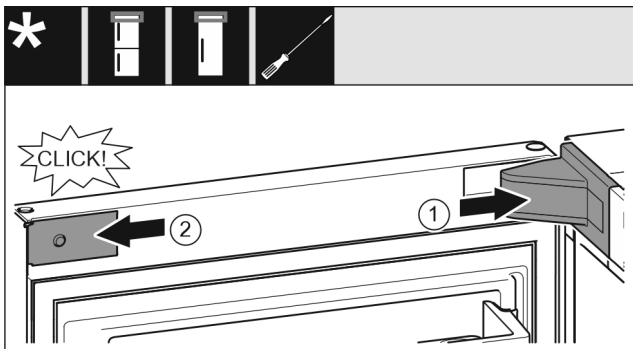

Fig. 28
- ▶ Установите и зафиксируйте крышку опорного кронштейна Fig. 28 (1), при необходимости осторожно разожмите ее.
- ▶ Установите накладку Fig. 28 (2) сбоку и зафиксируйте.